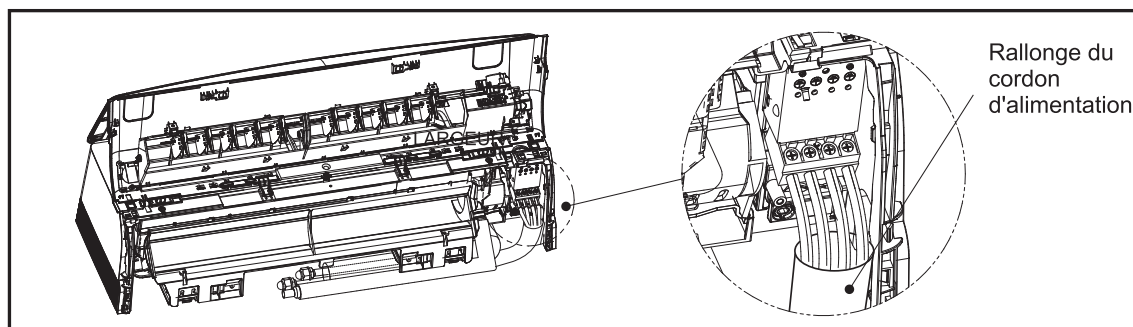

Fig. 18
8) Connectez le cordon d'alimentation (fig.18).